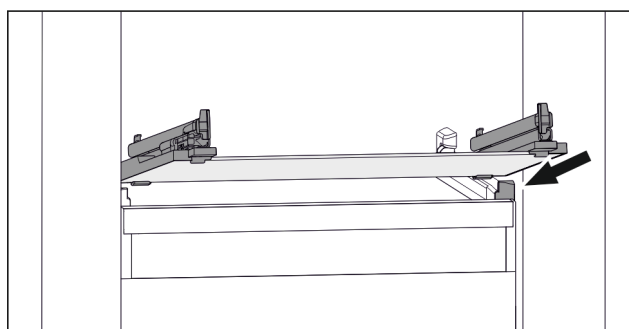

Fig. 47 Simbolična slika steklene plošče
- ▶ Stekleno ploščo postavite v poševnem položaju za zaustavljalniki. (glejte Fig. 47)